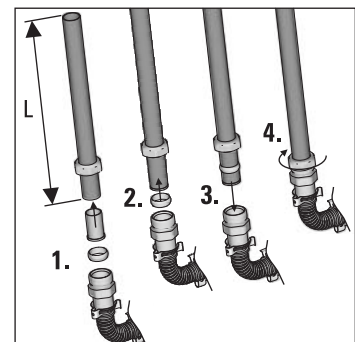

Fig. 3-31 Raccord des conduites de raccordement avec les éléments de connexion
5. Relier les conduites de raccordement avec les raccords par vis à bague coupante des raccords (fig. 3-31).